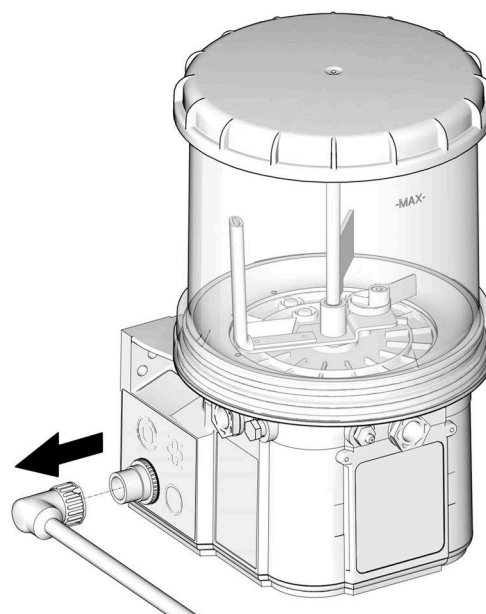

図 15
**注:** バッテリーを外すことができない場合は、電源コード (図 15) を外してください。